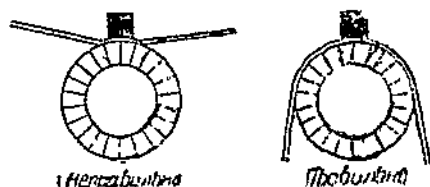

Рис. 31. Шлифовка коллектора
4. Если при наружном осмотре коллектора обнаружено, что у него нарушена цилиндрическая форма или образовались канавки, выступы и т. п., его обтачивают на токарном станке. После обточки и прочистки канавок поверхность коллектора шлифуют стеклянной бумагой № 00. Наждачную бумагу или шкурку менять не следует, так как наждачная пыль забивается в канавки между пластинами и попадает в обмотку, что может привести к короткому замыканию. При шлифовке применяются специальные деревянные колодки, плотно прижимающие стеклянную бумагу к поверхности коллектора (рис. 31). После шлифовки